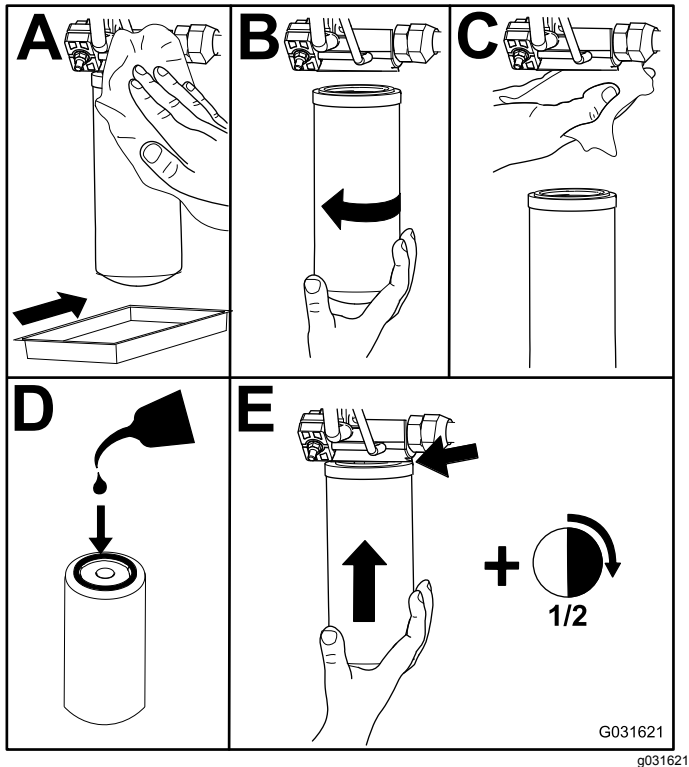

Figure 98
2. Remplacez les filtres hydrauliques (Figure 98).